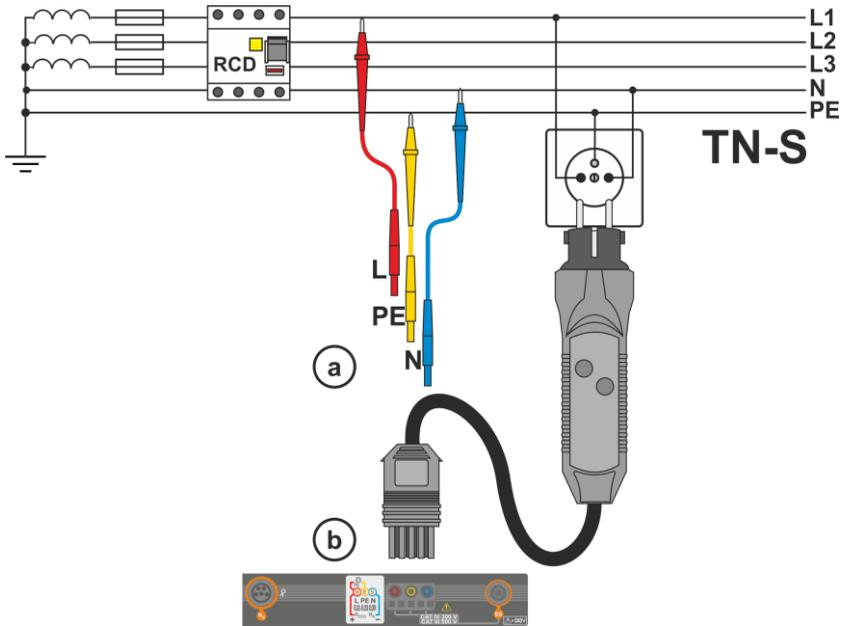
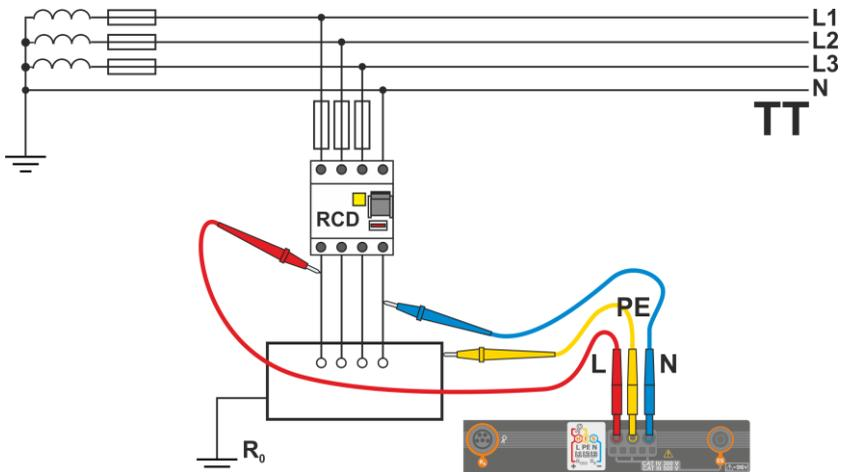

Fig. 3.3 Messung im TN-S Netz
Fig. 3.4 Messung im TT Netz
- ① Schließen sie die Messleitungen gemäß der Abbildungen Fig. 3.3 , Fig. 3.4 und Fig. 3.5 an